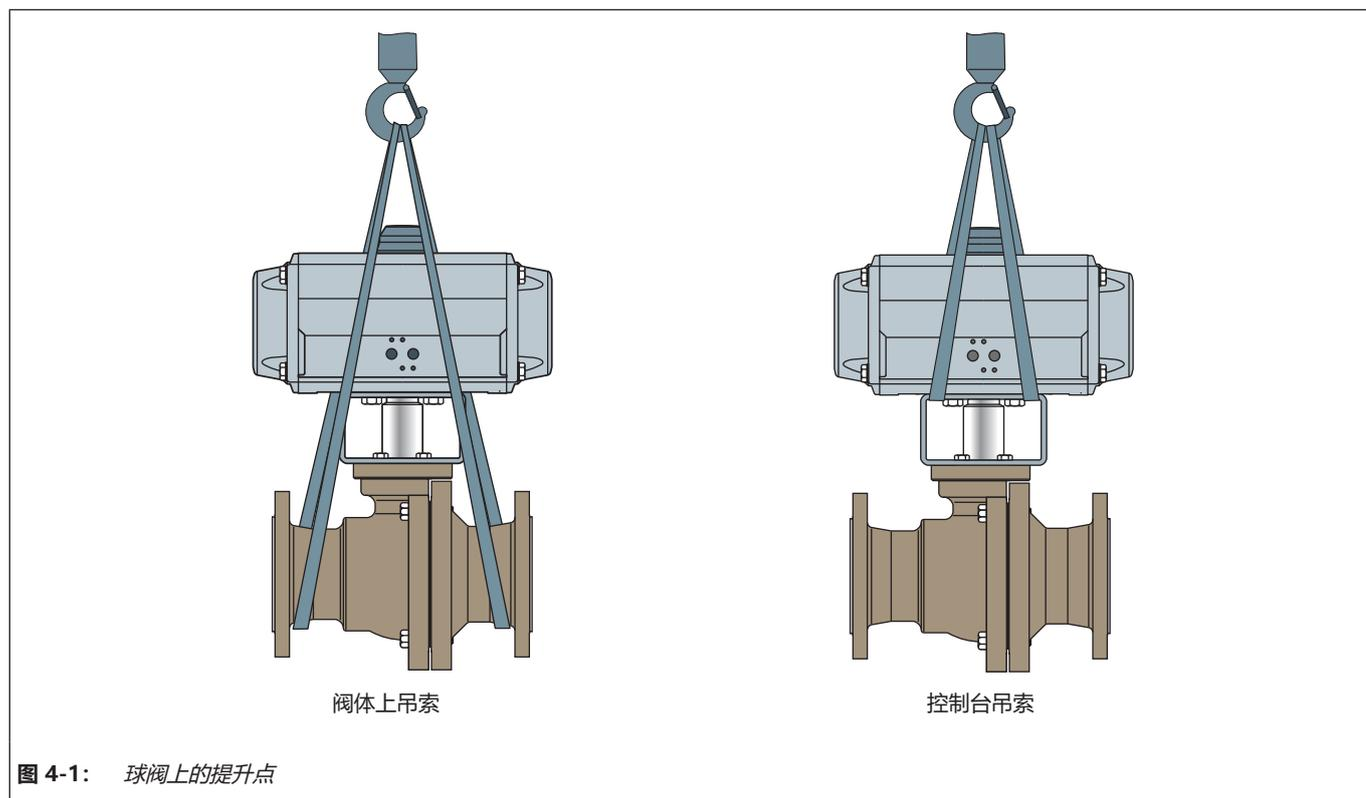

图 4-1: 球阀上的提升点
- ⇒ 使用带有安全夹的挂钩作为悬吊元件，以防吊索在提升和运输期间滑离挂钩，请参见图 4-1。
- ⇒ 将吊索扣紧到每个外壳法兰以及起重机或叉车的悬吊元件（例如，挂钩），请参见图 4-1。在执行此操作时，请检查承载量和吊索长度，以确保安全。
- ⇒ 将吊索扣紧到起重机或叉车的托架和悬吊元件（例如，挂钩），请参见图 4-1。在执行此操作时，请检查承载量和吊索长度，以确保安全。